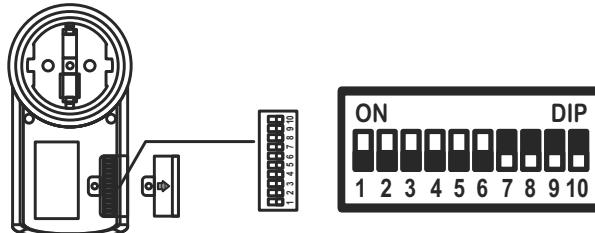

Fig. 2.
Cu ajutorul comutatoarelor puteți seta canalul de comunicație dintre telecomandă și soclu. Combinarea setată pe telecomandă trebuie să corespundă cu ce de pe soclu comandat. și pe soclu (socuri) se găsește un bloc de comutatoare pentru setarea canalelor (4), primele 5 comutatoare fiind cele pentru alegerea canalului de comunicație (Fig. 2).